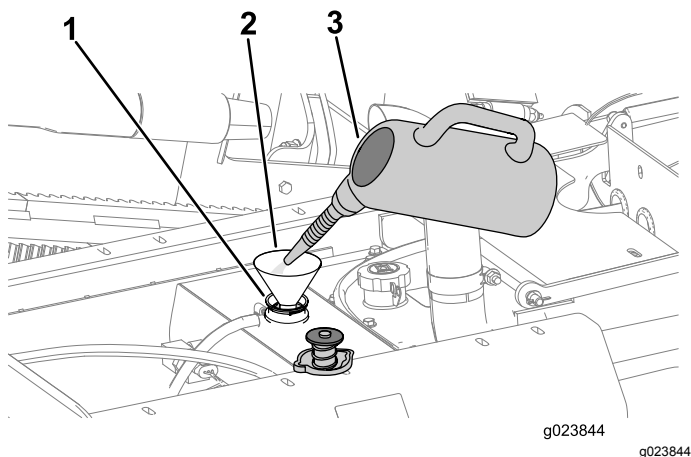

Figura 112
- B. Adicione uma solução para limpeza do sistema de arrefecimento no radiador através do bocal de enchimento (Figura 112).